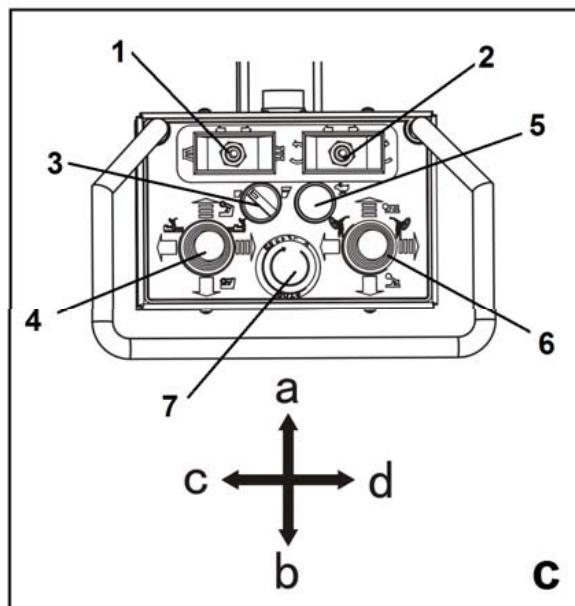

Рисунок 11
Панель управления (рис. 11) является портативной и позволяет оператору выбрать рабочее положение, наиболее удобное для каждого из случаев. На панели управления сконцентрированы все команды, а именно:
– выключатель 1, (рис. 11): переместите его в положение «с», чтобы открыть самоцентрирующуюся цангу; переместите его в положение «д», чтобы закрыть самоцентрирующуюся цангу;
– переключатель вращения 2 (рис. 11): переместите его в положение «с», чтобы повернуть самоцентрирующуюся цангу против часовой стрелки; переместите его в положение «д», чтобы повернуть самоцентрирующуюся цангу по часовой стрелке.
– переключатель скорости вращения 3 (рис. 11): при повороте влево самоцентрирующаяся цанга вращается медленнее; при повороте вправо самоцентрирующаяся цанга вращается быстрее.
– джойстик (1) 4 (рис. 11): переместите его в положение [а], чтобы поднять рычаг патрона; переместите его в положение [б], чтобы опустить рычаг патрона; переместите его в положение [с], чтобы отодвинуть рычаг патрона и технологическую тележку друг от друга; переместите его в положение [д], чтобы переместить рычаг патрона и технологическую тележку навстречу друг другу.
– кнопка скорости тележки 5 (рис. 11): нажмите на нее, и рычаг патрона и технологическая тележка будут двигаться быстрее; отожмите ее, и рычаг патрона и технологическая тележка будут двигаться медленнее.
– джойстик (2) 6 (рис. 11): переместите его в положение [a], чтобы поднять кронштейн снимающего рычага; переместите его в положение [b], чтобы опустить кронштейн снимающего рычага; переместите его в положение [c], чтобы повернуть диск для разрыва борта в рабочее положение; переместите его в положение [d], чтобы повернуть инструментальную головку в рабочее положение.
– кнопка аварийной остановки 7 (рис. 11): нажатие на нее может немедленно остановить работу машины.